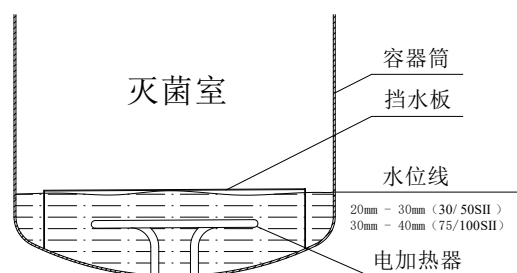

图 6 手动加水水位示意图
- 手动加水时，容器筒内水位应加至超过灭菌电加热器上表面 20mm~30mm (30S II、50S II)；30mm~40mm (75 S II、100 S II) 即可（挡水板下）。如上图 6 所示：